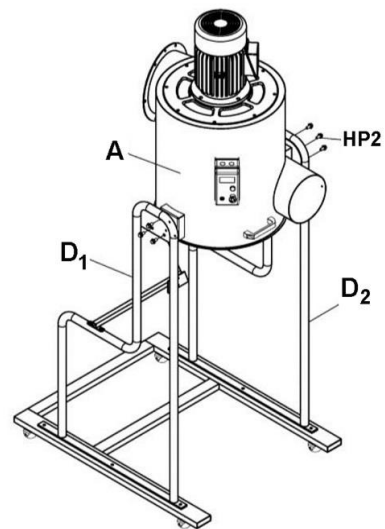

Abbildung 5
6. Das Hauptgehäuse (A) zwischen dem linken und dem rechten Ständer (D1, D2) anordnen und mit sechs Flanschkopfschrauben (HP2) sicher befestigen. Siehe Abbildung 5.